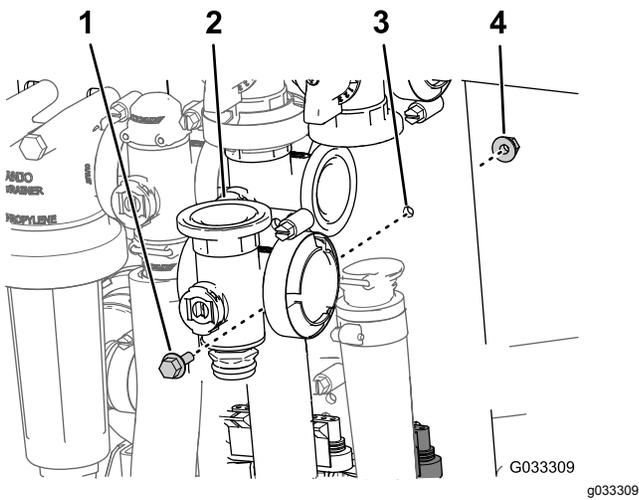

図 72
3. マスターブームバルブをバルブマウントに固定しているフランジヘッドボルトとフランジロックナットを外してバルブマニホルドを機体から取り外す 図 72。